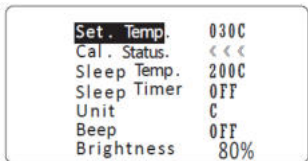

图9
6.3.5当Cal. Status显示“<<<<”(见图9)，表示焊台温度向下调整已经达到限制或校温幅度过大，出于机器安全考虑，此时无法再继续向下调整温度，但可向上调整。